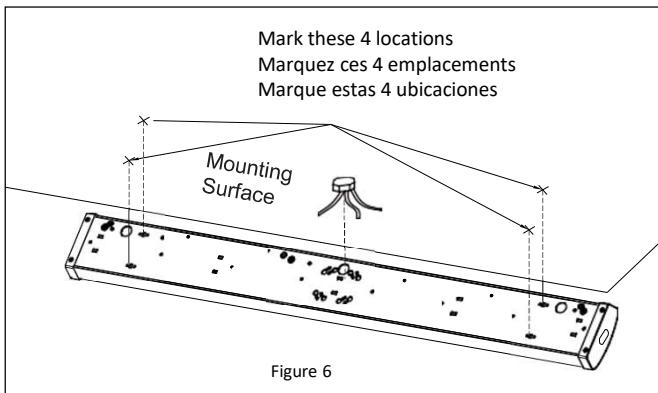

Figure 6
Mark the 4 keyhole locations. **See Figure 6.**
- Placez la base du luminaire à l'emplacement souhaité au plafond. Marquez l'emplacement des quatre fentes en trou de serrure. Reportez-vous à la Figure 6.